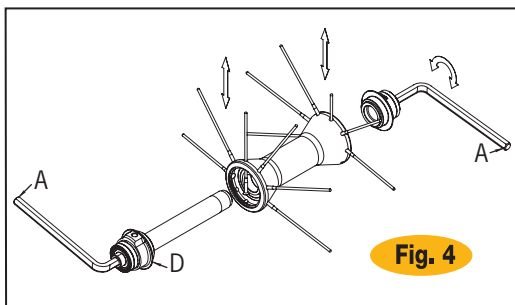

Fig. 4
- Introduzcan dos llaves Allen (A) en las tuercas de tope en los extremos de los bujes. Gírenlas en sentido **antihorario**.
- Extraigan el radio a sustituir e introduzcan el radio nuevo, (Fig.4). Si es necesario, introduzcan el perno en el cuerpo del buje y bloqueen firmemente la tuerca de tope móvil con un par de 15 Nm. Controlen la fluidez de la rueda.